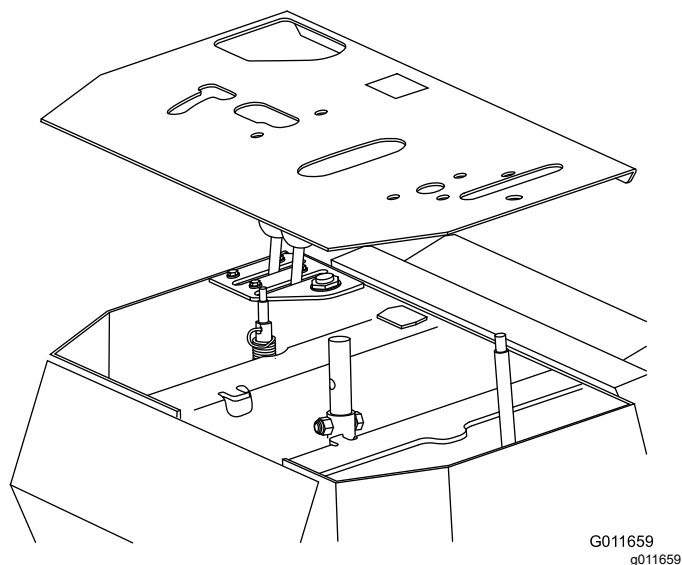

Figura 7
7. Rimuovete il quadro di comando come illustrato nella **Figura 7**.